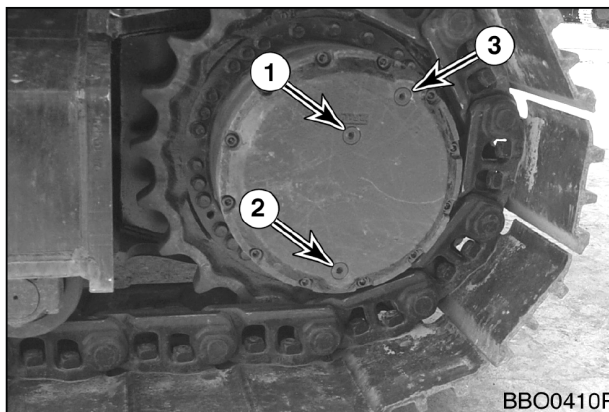

Рис. 50
2. Вращать гусеницы до тех пор, пока входные отверстия (1, 2 и 3, рис. 50) не достигнут указанного правильного положения.